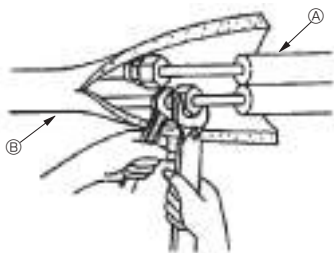

Fig. 4-4
4.4. Realizzazione della tubazione del refrigerante (Fig. 4-4)